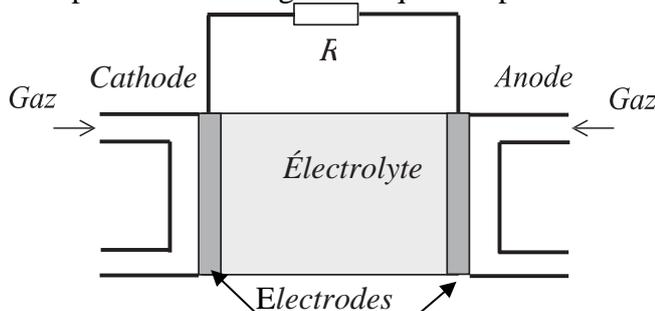

Figure 3 – Pile à combustible débitant sur une résistance R
3. Recopier et compléter le schéma de la pile à hydrogène présenté en **figure 3** en repérant les espèces en présence à l'anode et à la cathode. Indiquer le sens conventionnel du courant électrique I et le sens de circulation des porteurs de charges. Indiquer les polarités des électrodes.